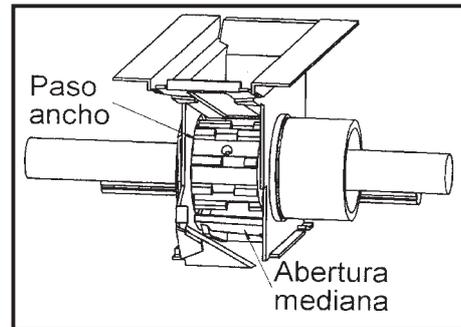

fig. 7
- Pas large, denture décalé, pour des semences normales et grandes (figs. 7 et 8).